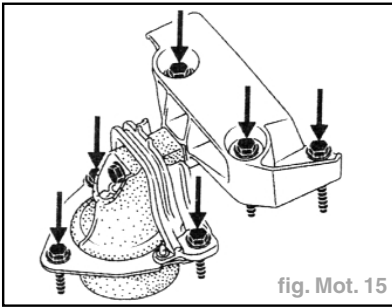

fig. Mot. 15
- la coiffe de suspension pendulaire moteur et le limiteur de débattement droit (fig. Mot. 15).